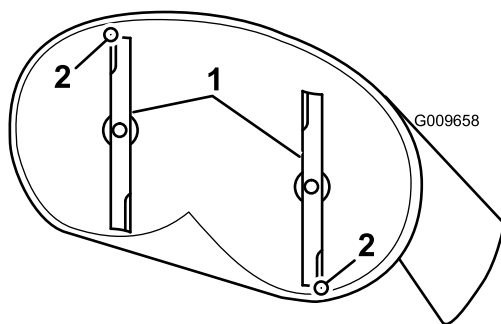

Figure 52
4. Faites pivoter les lames avec précaution pour faire passer les pointes avant à l'arrière (Figure 52).
5. Mesurez la distance entre la pointe de la lame avant et la pointe de la lame arrière par rapport à la surface plane (Figure 52). Si la pointe avant de la lame n'est pas de 1,6 à 7,9 mm (1/16 à 5/16") plus basse que la pointe arrière, réglez le contre-écrou avant.
8. Une fois le réglage effectué, vérifiez à nouveau l'inclinaison avant/arrière des lames. Poursuivez le réglage de l'écrou jusqu'à ce que la pointe avant de la lame soit de 1,6 à 7,9 mm (1/16 à 5/16") plus bas que la pointe arrière (Figure 52).